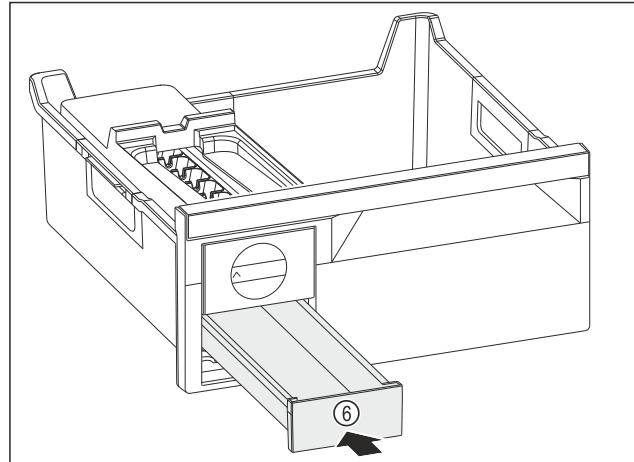

Fig. 116
- Zasuňte zásuvku na kocky ľadu Fig. 116 (6).